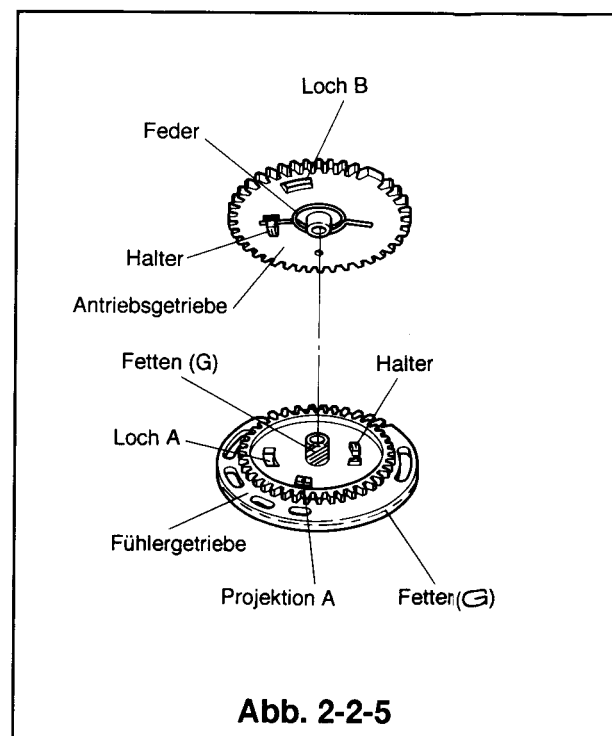

Abb. 2-2-5
- ② Das neue Fühlergetriebe in dem Bereich, wie in Abb.2-2-5 gezeigt, fetten.
- ③ Das Antriebsgetriebe gemäß Abb.2-2-5 auf dem Fühlergetriebe installieren. Das eine Ende der Feder am Halter des Antriebsgetriebes einhängen. Das Fühlergetriebe auf das Antriebsgetriebe setzen und im Uhrzeigersinn drehen. Das andere Ende der Feder am Halter des Fühlergetriebes einhängen. Der herausragende Teil A des Fühlergetriebes muß in das Loch B des Antriebsgetriebes eingeführt werden.